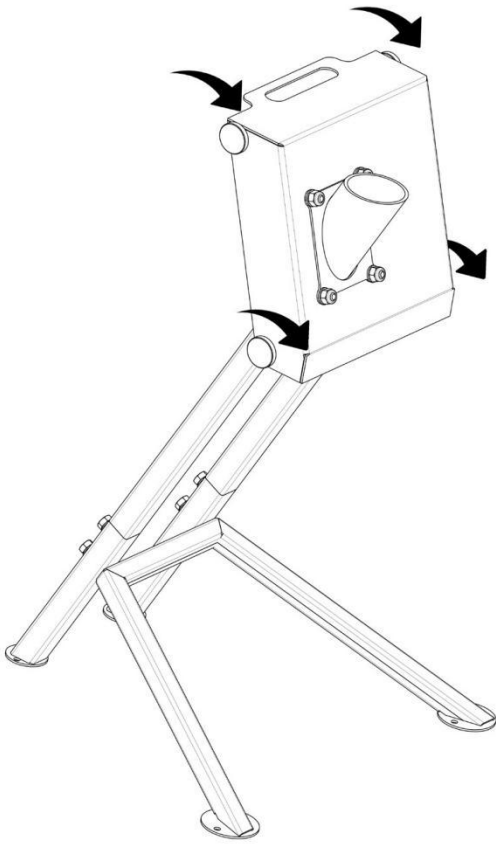
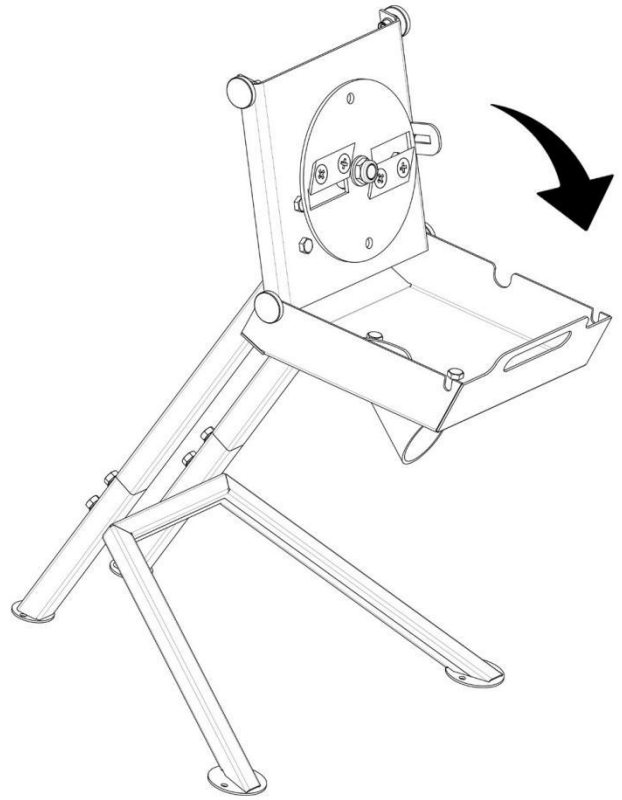

Рисунок 1.
Рисунок 2.
2. Ослабить винты сверху и снизу (схема рис.1), которые крепят лицевую стенку (схема рис.2). И откиньте её.
ПРИМЕЧАНИЕ: Никогда не пытайтесь включить измельчитель, если лицевая крышка не закрыта и фиксирующие винты не затянуты рисунок 1.